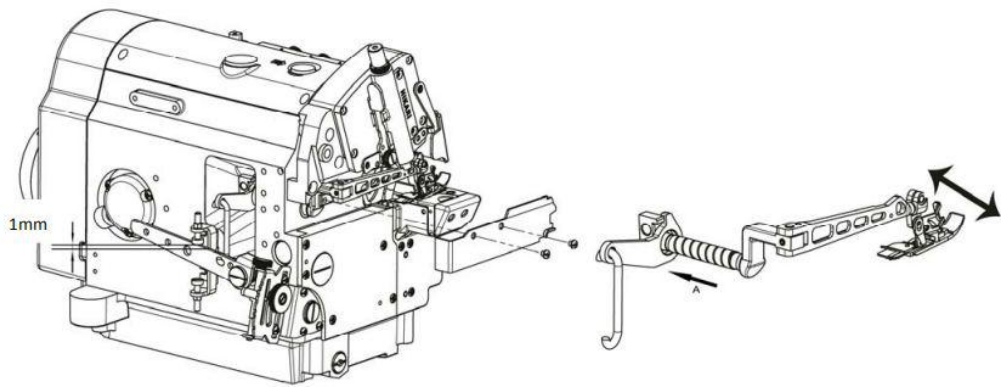
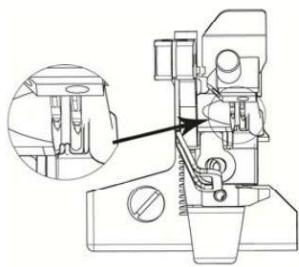

图 22
图 23
3. 确认压脚的针槽与针板是否一致。若不一致，请松开固定压脚轴套螺丝，左右转动抬压脚臂并进行调节。调节完以后，请拧紧螺丝。（图 22、图 23）